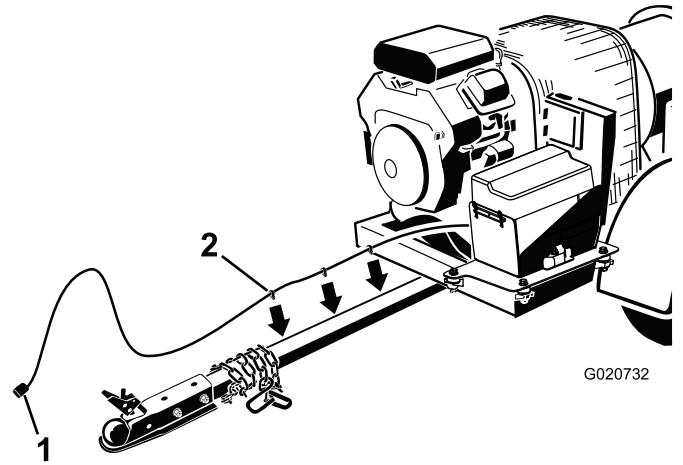

Figure 7
3. Faites passer le faisceau de câblage le long du côté droit du tube d'attelage (Figure 7).
4. Engagez les serre-câbles dans les trous sur le côté du tube d'attelage pour fixer le faisceau de câblage en place (Figure 7).